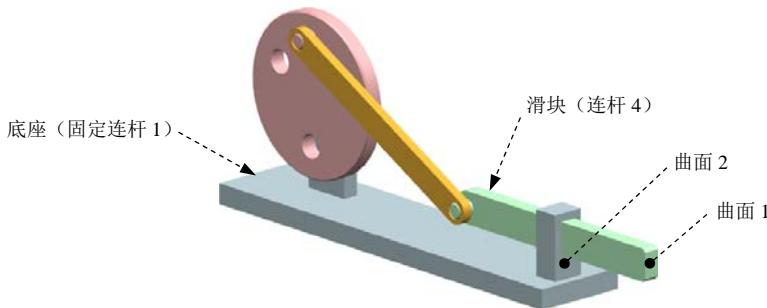
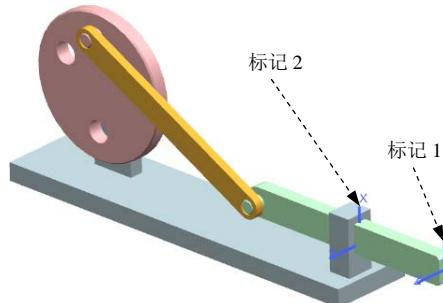

图 8.2.6 飞轮机构模型
图 8.2.7 定义标记
下面介绍创建传感器的一般操作过程。在图 8.2.6 所示的飞轮机构中，现欲求得滑块右侧端面（曲面 1）与底座上导槽右侧表面（曲面 2）之间的距离-时间曲线，创建方法是在这两个表面上分别放置两个标记，然后在这两个标记之间设置一个传感器，解算后将传感器的位移-时间曲线输出即可。
Step4. 定义标记 1。选择下拉菜单 → 命令，系统弹出“标记”对话框；在系统 **选择连杆来定义标记位置** 的提示下，选取图 8.2.6 所示的曲面 1 为参考，系统自动定义连杆及参考点；在 **方向** 区域中单击 ，然后在右侧单击“CSYS 对话框”按钮 , 在系统弹出的“CSYS”对话框 **类型** 下拉列表中选择 选项；单击 按钮两次，完成标记 1 的定义。
Step5. 定义标记 2。参考 Step4 的操作步骤，选取图 8.2.6 所示的曲面 2 为参考，定义标记 2，如图 8.2.7 所示。